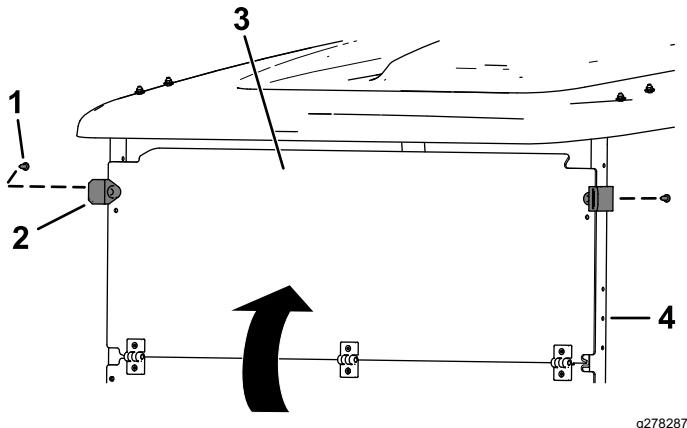

図 2
1. ウインドシールドを開いて上部を日よけサポートチューブに固定するゴム製クランプ2個と短いプラスチック製リベット2本をで上の穴に固定する図 2。